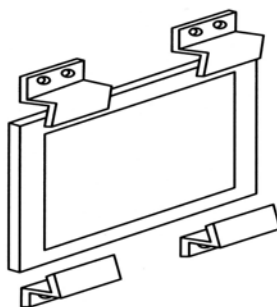

Рис. 4
- При помощи пластиковых кронштейнов, которые крепятся к раме окна (рис. 4)